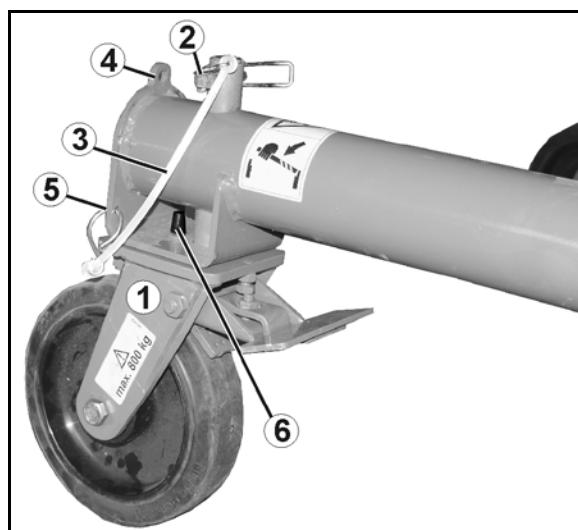

Рис. 56
Скоростная система сцепки (Рис. 56/1)
- используйте палец верхней тяги (Рис. 56/2) сцепного треугольника, установите шариковую втулку и зафиксируйте пружинным фиксатором.
- установите на пальцы нижних тяг шариковые втулки, надвиньте распорные втулки (Рис. 56/3) и зафиксируйте пружинными фиксаторами.